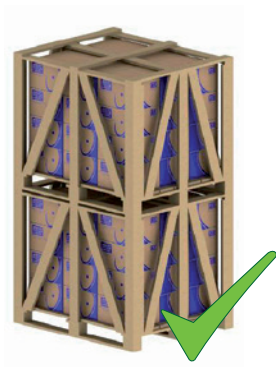
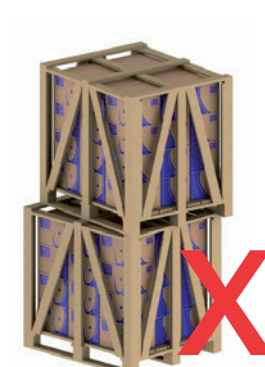

Figura 26 - Apilamiento adecuado
Figura 27 - Apilamiento inadecuado
2) Posicione correctamente un embalaje sobre el otro (ver Figura 26 y Figura 27);